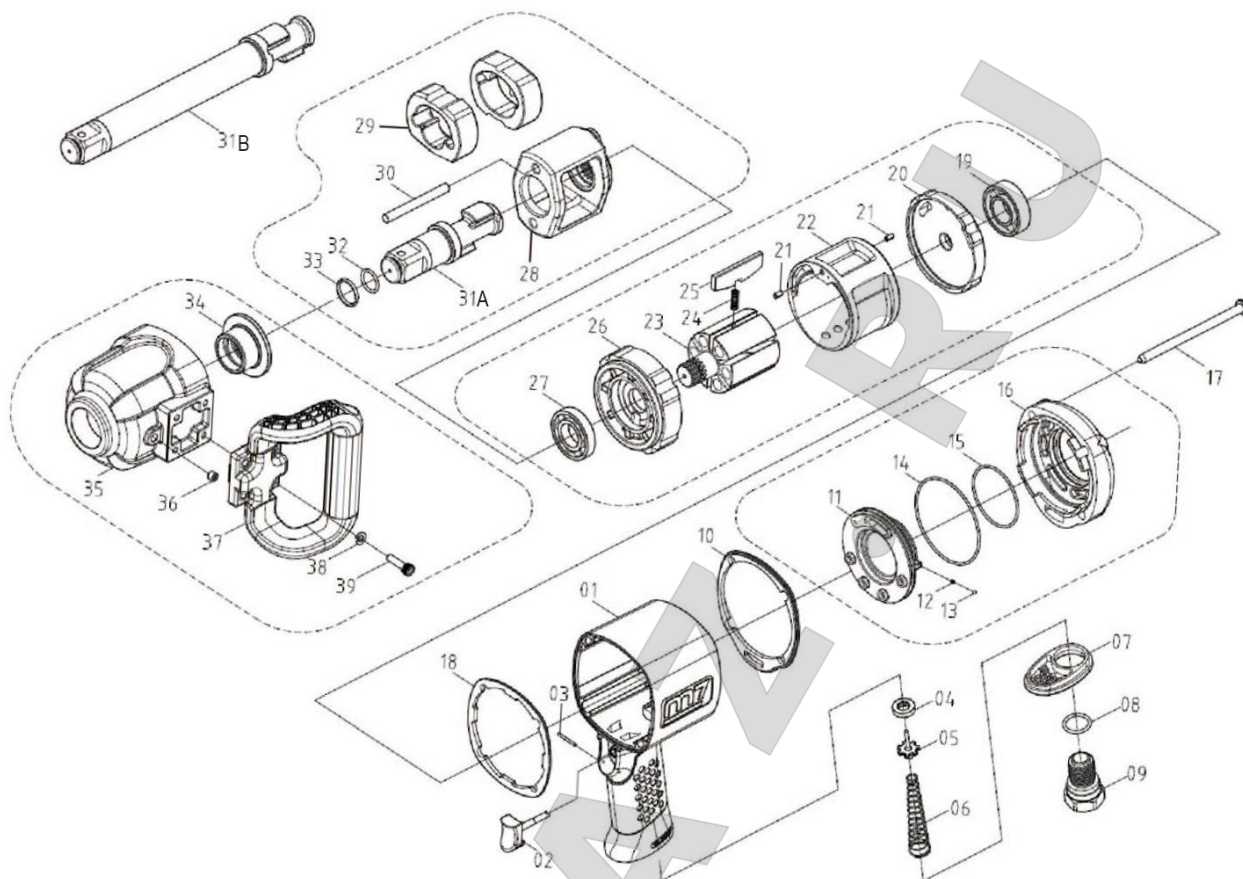

Рис. 3
- Режимы «закручивание» (F) и «откручивание» (R) устанавливаются переключателем реверса.
- В обязательном порядке проводите смазку ударного механизма не реже 1 раза в 14 дней работы. 5 грамм смазки SG-101 подается в закрытое пробкой 36 отверстие (Рис.3).